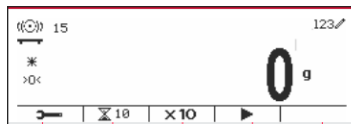

Figure 83
- Utilisez le pavé alphanumérique pour saisir la durée moyenne. (Voir Figure 83)